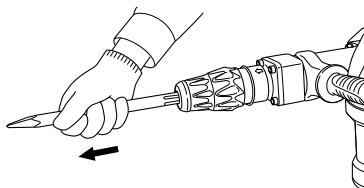

Fig. 3
- (3) Ajuste la posición de la ranura girando la herramienta, y después inserte más hasta que ésta toque el extremo del orificio.
- (4) Devuelva la empuñadura (A) a su posición original, tire de la herramienta para asegurarse de que haya quedado completamente bloqueada. (Fig. 3)